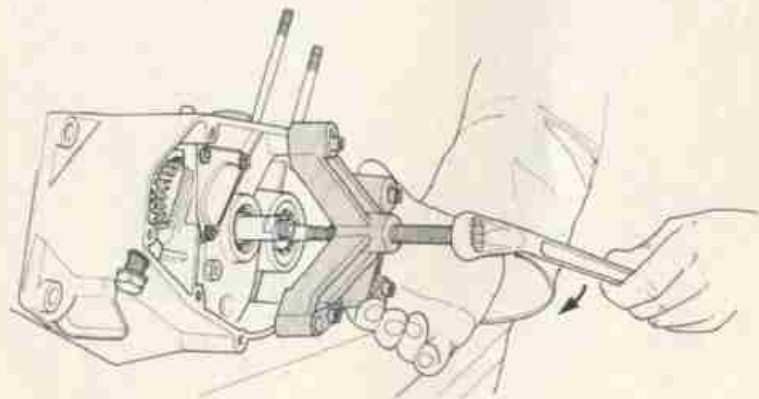

FIG. 23 Estrazione imbiellaggio
- 24) **SFILARE** l'imbiellaggio dalla propria sede applicando l'apposito estrattore (cod. 05.0017.0) al semicarter lato frizione (fig. 23).